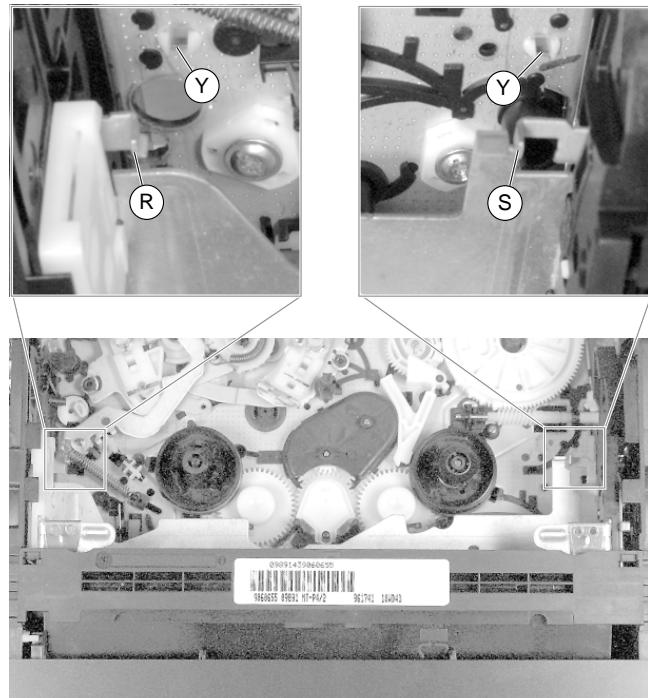
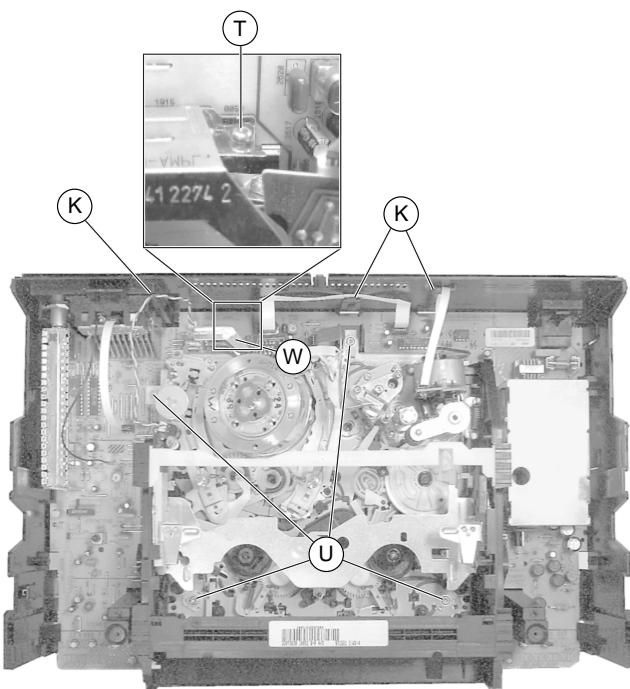

Fig. 5
Fig. 6
- Défaire les verrous **R** et **S** du logement de cassette (Fig. 5) et pousser celui-ci suffisamment vers l'intérieur pour rendre les 2 vis de devant **U** accessibles (Fig. 6).
- Dévisser les 4 vis **U** (Fig. 6).
- Retirer les 3 câbles **K** (Fig. 6) de leurs supports du dos de l'appareil et les déposer.
- Release the locks **R** and **S** (Fig. 5) of the cassette compartment and move it inwards to gain access to the two front screws **U** (Fig. 6).
- Undo the 4 screws **U** (Fig. 6).
- Release the 3 cables **K** (Fig. 6) from their holders on the rear side of the cabinet so that they are free.
- Réviser les 4 vis **U** (Fig. 6).
- Remettre les câbles **K** (Fig. 6) dans les supports du dos de l'appareil.
- Défaire les verrous **R** et **S** (Fig. 5) du logement de cassette et pousser celui-ci suffisamment vers l'intérieur pour rendre les vis **U** accessibles (Fig. 6).
- Dévisser les 4 vis **U** et la vis de masse **T** (accessible par le perçage du dos de l'appareil) (Fig. 6).
- Courber la tôle de protection **W** vers l'arrière (Fig. 6).
- Décrocher les ergots **Y** (Fig. 5) et retirer la platine mécanique du magnétoscope.
- Après le remontage de la platine mécanique il y a lieu de rétablir la liaison de masse entre le C.I. principal et la mécanique en revisant la vis de masse **T** (Fig. 6).
- Tighten the 4 screws **U** (Fig. 6).
- Fasten the cables **K** (Fig. 6) with the holders on the rear side of the cabinet.
- Release the locks **R** and **S** (Fig. 5) of the cassette compartment and move it inwards to gain access to the screws **U** (Fig. 6).
- Undo the 4 screws **U** and the earthing screw **T** (accessible through the hole of the cabinet rear side) (Fig. 6).
- Push the shielding plate **W** (Fig. 6) to the rear.
- Disengage the locking lugs **Y** (Fig. 5) and remove the Drive Mechanism.
- After having re-fitted the Drive Mechanism, re-establish the chassis connection between the Family Board and the Drive Mechanism by tightening the earthing screw **T** (Fig. 6).